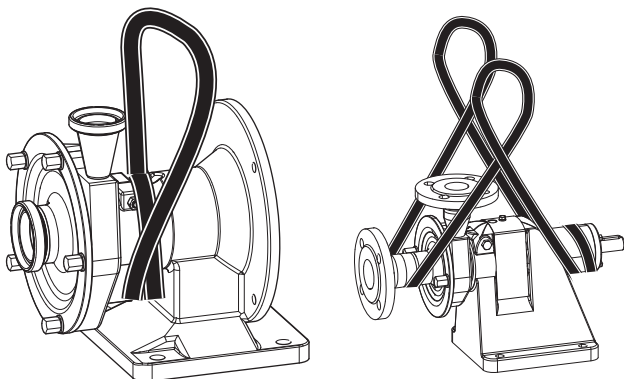

Fig. 53 Trasporto con gru
1. Posare le brache ad anello due volte intorno al collare della lanterna (vedere la Fig. 53 „Trasporto con gru“).
1. Posare le brache ad anello due volte intorno all'estremità posteriore del supporto (vedere la Fig. 53 „Trasporto con gru“).